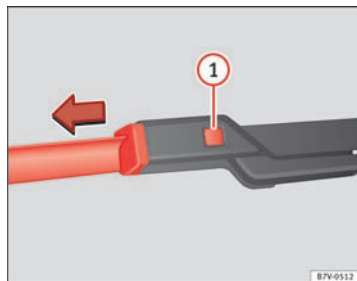

Fig. 111 Udskiftning af viskerblade til forrude
- Hold udløserknappen ⇒ Fig. 111 ① nede, og træk samtidig viskerbladet af i pilens retning.